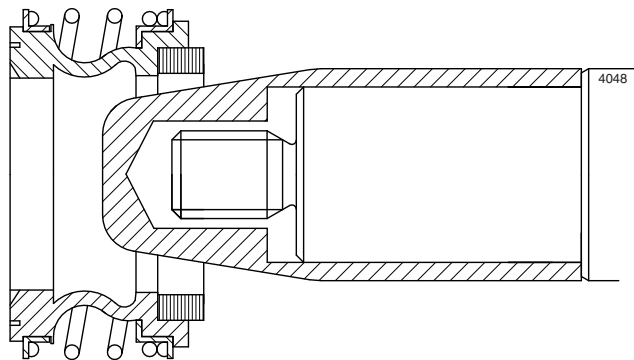

Bild 11: Specialbussning.
- *Specialverktyg: Montering av den mekaniska tätningseenheten förenklas om du använder en konisk monteringshylsa. På så sätt täcks skarpa axelkanter och risken för att skada tätningen vid montering minimeras. Se bild 11.*